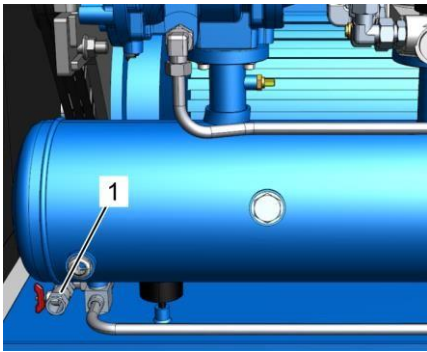

Рис. 36: Отверстие для слива охлаждающей жидкости (винтовой компрессор с клиноременным приводом)
6. Откройте отверстие для слива охлаждающей жидкости (Рис. 36/1).
7. Закройте отверстие для слива охлаждающей жидкости (Рис. 36/1).